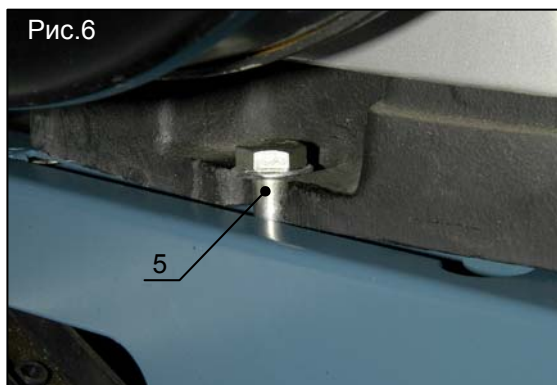

Рис.6
- Поставьте на опоры необходимый для работы инструмент и закрепите его при помощи болтов (поз.5, рис.6)